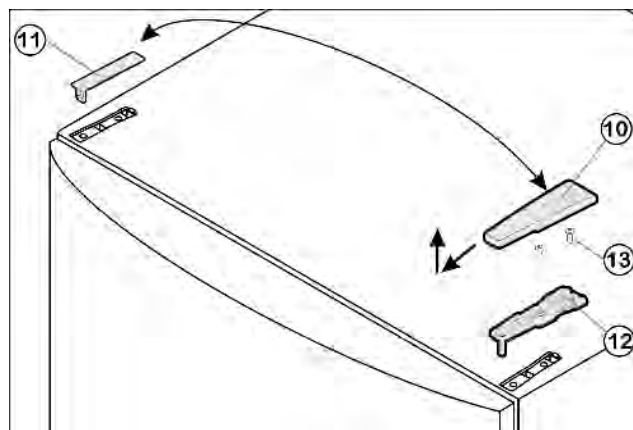

Fig. 4
- ▶ Потяните крышку Fig. 4 (10) вперед и вверх.
- ▶ Снимите крышку Fig. 4 (11).
- ▶ Открутите верхний опорный кронштейн Fig. 4 (12)(2 шт. Torx® 25) Fig. 4 (13) и вытяните вверх.
- Установите верхний опорный кронштейн Fig. 4 (12) на новой стороне шарнира и защелкните в дверце.
- Прикрутите верхний опорный кронштейн Fig. 4 (12) (с моментом 4 Нм) (2 шт. Torx® 25) Fig. 4 (13). При необходимости проделайте отверстия или используйте аккумуляторную отвертку.
- Защёлкните крышку Fig. 4 (10) и крышку Fig. 4 (11) на противоположной стороне.